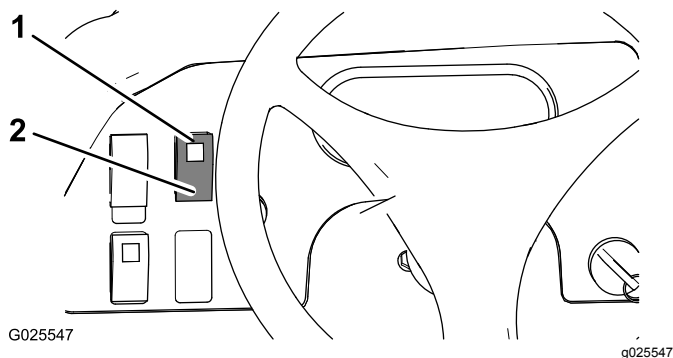

Figura 34
- Presione el interruptor de bloqueo del diferencial hacia arriba para bloquear el diferencial (Figura 34).
- Presione el interruptor de bloqueo del diferencial hacia arriba para desbloquear el diferencial (Figura 34).